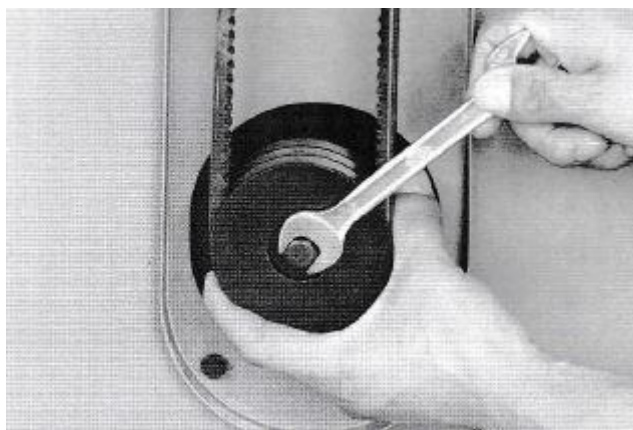

Рис. 7 Шків двигателя
1. Соберите шкив двигателя на валу двигателя с помощью шпонки и затяните винт на валу двигателя, как показано на Рис. 7.